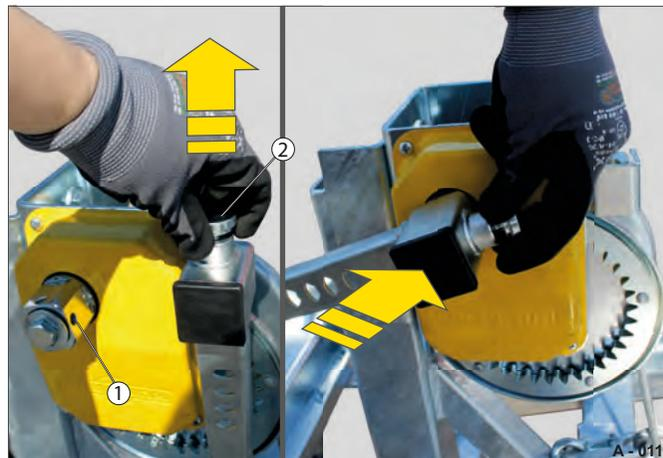

Fig. 6 Mise en place de la manivelle
- ▶ Tirez sur la goupille de sécurité (Fig. 6 /2) et retirez simultanément la manivelle de son support de rangement.
- ▶ Emboîtez la manivelle sur l'accroche (Fig. 6 /1) tout en maintenant la goupille de sécurité relevée.